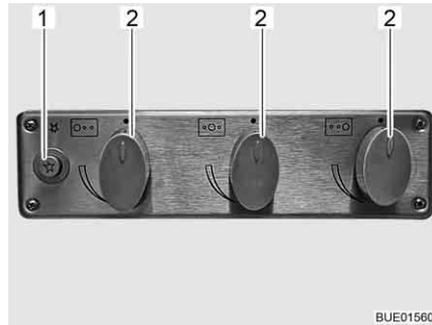

Fig. 162 Elementos de mando para la cocina de gas
- Girar el regulador giratorio (Fig. 162,2) correspondiente al quemador deseado a la posición de encendido (llama alta).
- Pulsar el pulsador (Fig. 162,1).